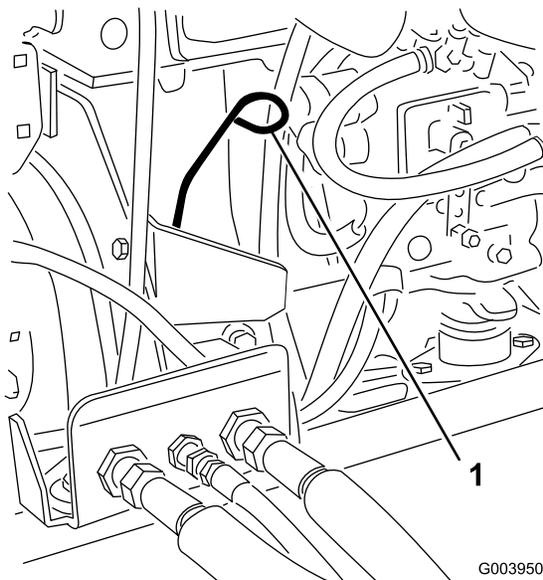

Рисунок 76
3. Извлеките масломерный щуп, тщательно протрите и снова вставьте его (Рисунок 76).